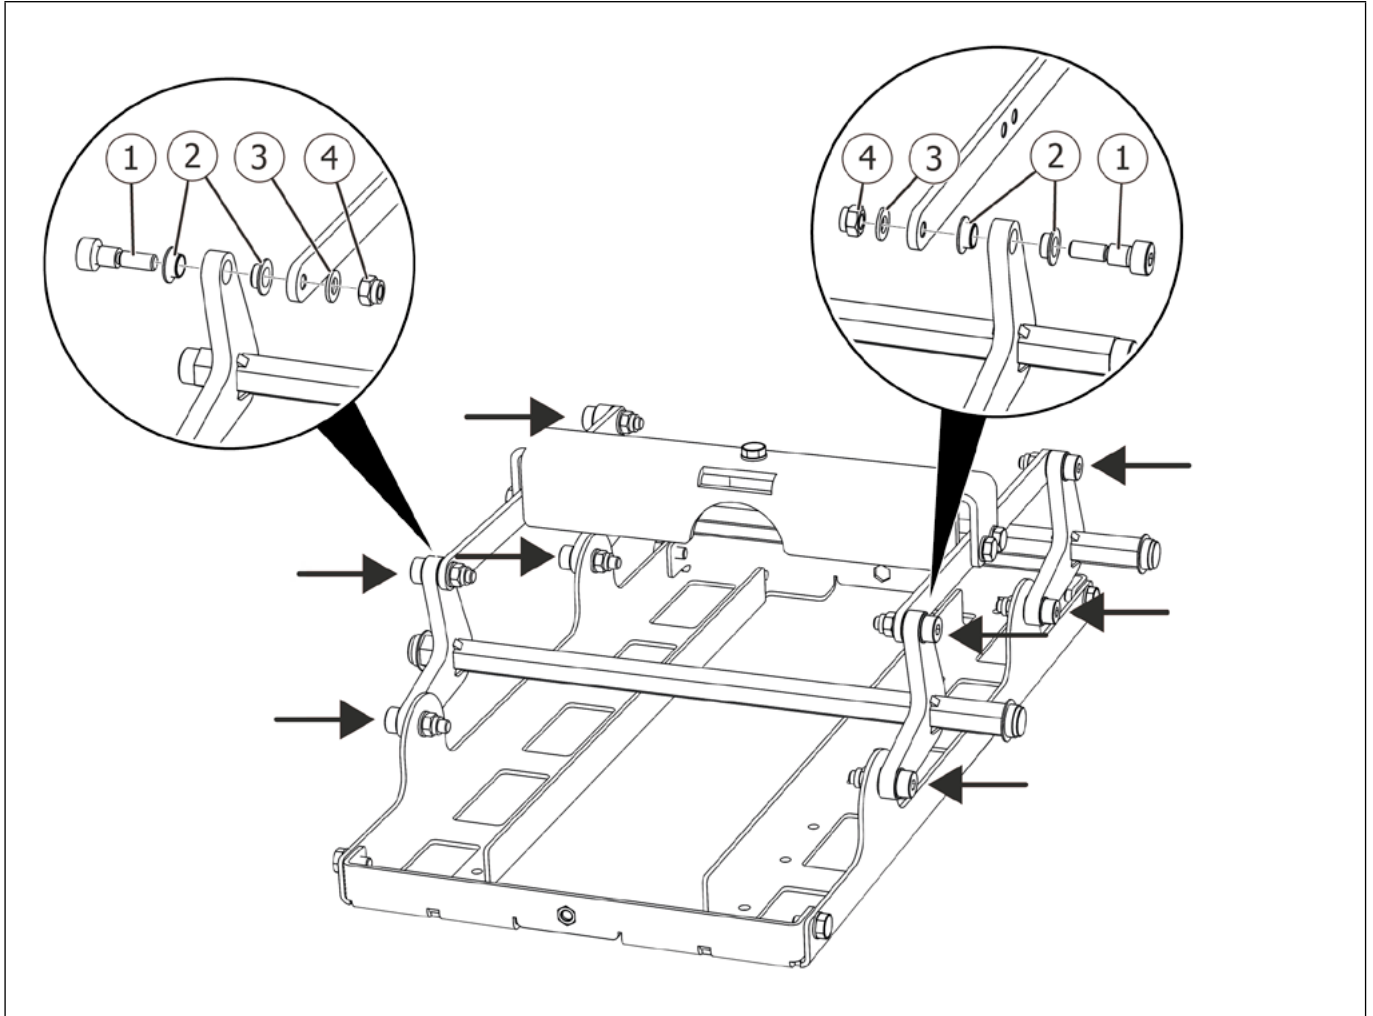

Fig. 17
1. Aux endroits indiqués par une flèche sur Fig. 17, desserrer la vis spéciale (Fig. 17/1) et la retirer avec l'écrou hexagonal (Fig. 17/4) et la rondelle (Fig. 17/3).
2. Retirer les douilles à bride (Fig. 17/2) des bras de levier des arbres hexagonaux.
3. Insérer les nouvelles douilles à bride (Fig. 17/2) dans les bras de levier.
4. Visser à nouveau les éléments entre eux avec les vis spéciales (Fig. 17/1), les rondelles (Fig. 17/3) et les écrous hexagonaux (Fig. 17/4).